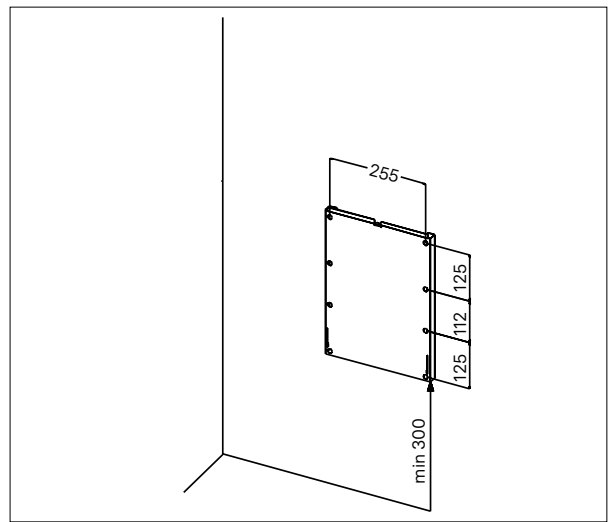

Abb. 2.
- Befestigen Sie die Befestigungsplatte mit den beigefügten Schrauben entsprechend der Abb. 2 an der Wand.